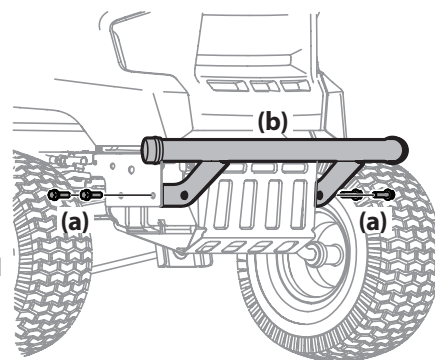

Figura 10
1. Saque los cuatro tornillos hexagonales (a) del paragolpes (b). Consulte la Figura 10.
2. Coloque los soportes del paragolpes hacia el interior del bastidor del tractor y fíjelos en su lugar con los cuatro tornillos hexagonales (a). Ajuste hasta 332-405 pulgadas-libras (37.5-45.75 N-m). Consulte la Figura 10.